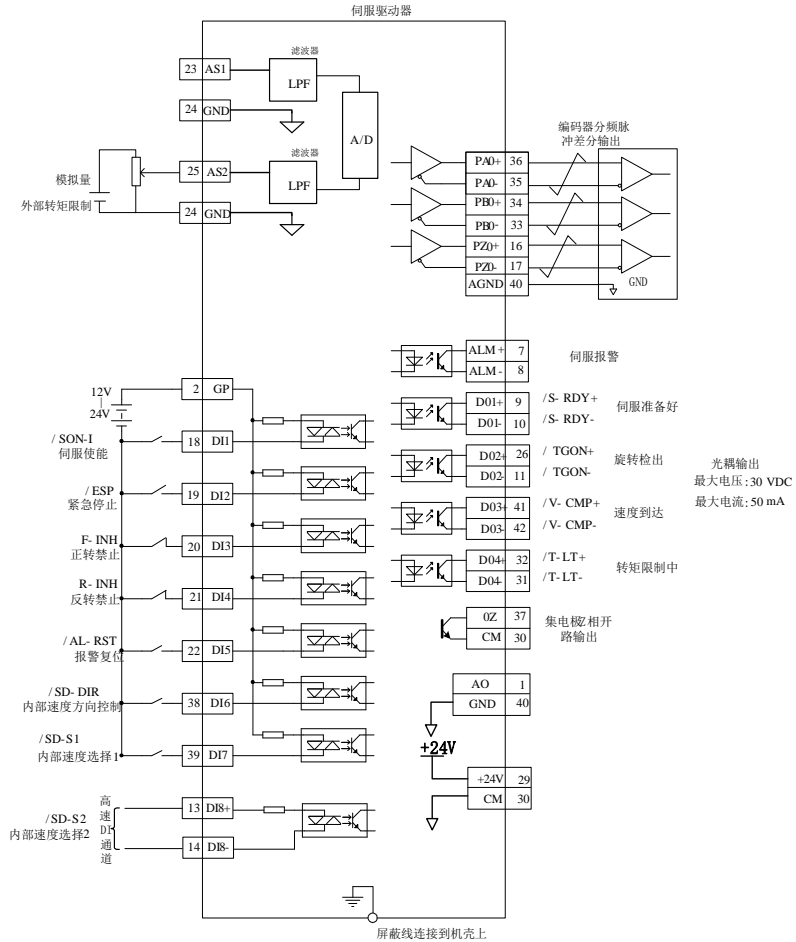
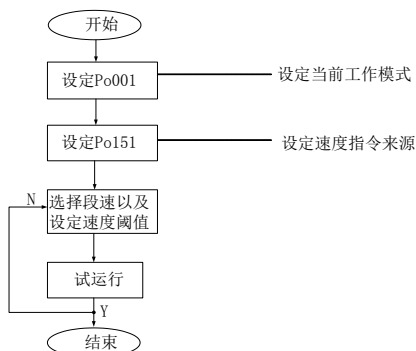

图 6.2.2 内部寄存器速度模式典型接线图
图 6.2.3 内部寄存器速度设置流程图
- ★ 参考图 6.2.2 或图 6.2.3 的配线说明，进行 DI/DO 信号的连线；